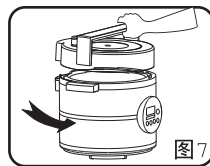

图7
- 3) 手握煲盖手柄，平放至限位边，然后逆时针旋转煲盖至扣合位置，并听到扣合声。(见图7, 图8)